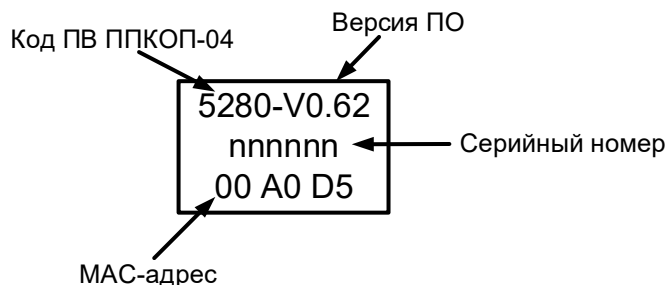

Рисунок 3 – Шильдик на плате пульта
- в поле **MAC адрес** введите уникальный трехбайтный код MAC-адреса (см. рисунок 3).